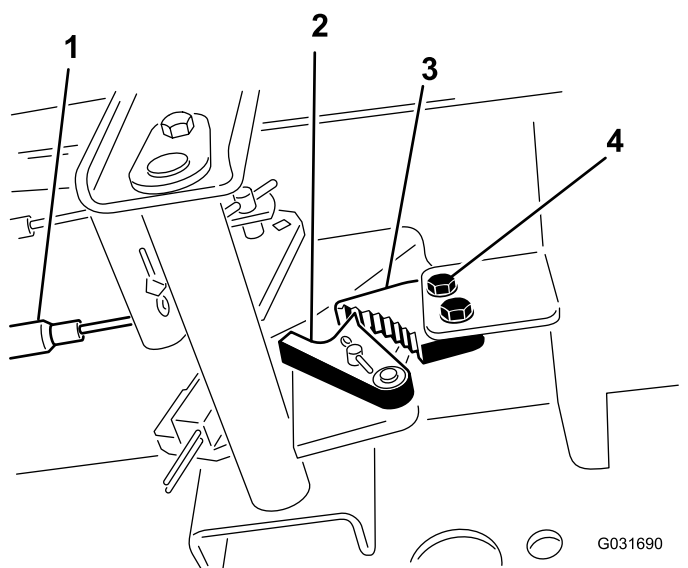

Figure 73
1. Desserrez les 2 vis qui fixent le cliquet du frein de stationnement au cadre (Figure 73).
2. Appuyez sur l'avant de la pédale du frein de stationnement jusqu'à ce que le verrou s'engage complètement sur le cliquet du frein (Figure 73).